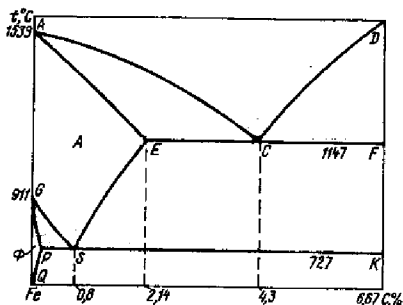

Рис.2
6. Какое превращение происходит в точке С на диаграмме «железо – цементит»? (см рис.2)
7. Какая линия на диаграмме «железо-цементит» соответствует выделению первичного цементита? (см рис.2)